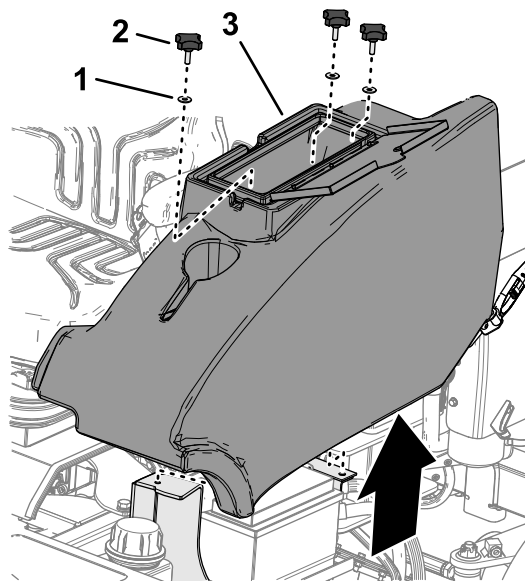

Figure 47
1. Sur le côté gauche de la plate-forme de l'utilisateur, ouvrez la porte du compartiment de rangement (Figure 47).
2. Retirez les 3 boutons et les 3 rondelles qui fixent le compartiment de rangement sur la machine et déposez le compartiment (Figure 47).